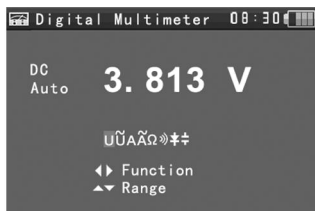

Рис.31
1. Для включения режима автоматического выбора пределов нажмите кнопку  (Рис.31).